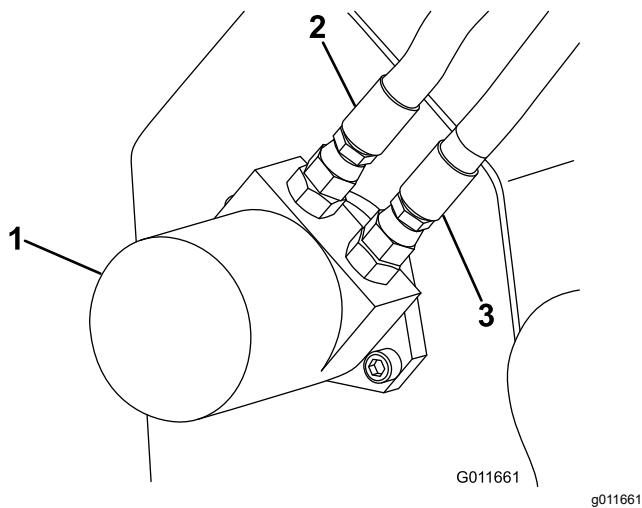

**Figure 20**
6. Branchez le flexible gauche sur l'orifice inférieur du moteur (Figure 20).
7. Branchez le flexible droit sur l'orifice supérieur du moteur (Figure 20).